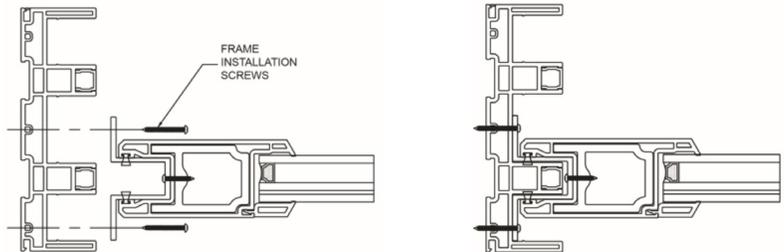

Figura 24b
25. Asegure el sujetador fijo del panel a la jamba del marco usando seis (6) tornillos de instalación del marco. (Figura 24b).